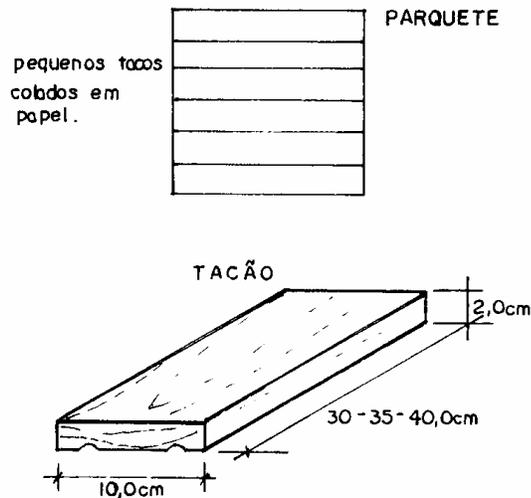

Figura 8.14 - Parquete e Tacão
- *Tacão*, peças com 2,0cm de espessura, largura variando de 7,0 a 10 cm e comprimento entre 30 a 45cm podendo chegar até 50cm (Figura 8.14), podendo ser de peroba, Ipê, Pau marfim, jacarandá etc.
- *Parquetes*, peças menores coladas em papelão ou fitas adesivas formando desenhos. (Figura 8.14)